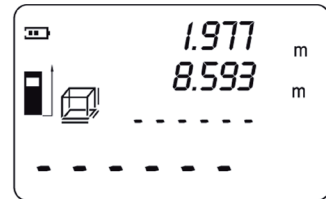

Fig. 13
- Appuyez une nouvelle fois sur la touche «Read» pour afficher la largeur mesurée sur la seconde ligne de l'écran. La ligne pour la hauteur dans le symbole  commence à clignoter (Fig. 13).